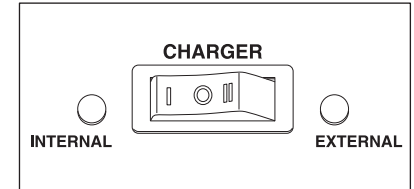

Fig. 4
- Réglez le commutateur à bascule sur l'avant de l'appareil pour INTERNE. (Fig. 4)